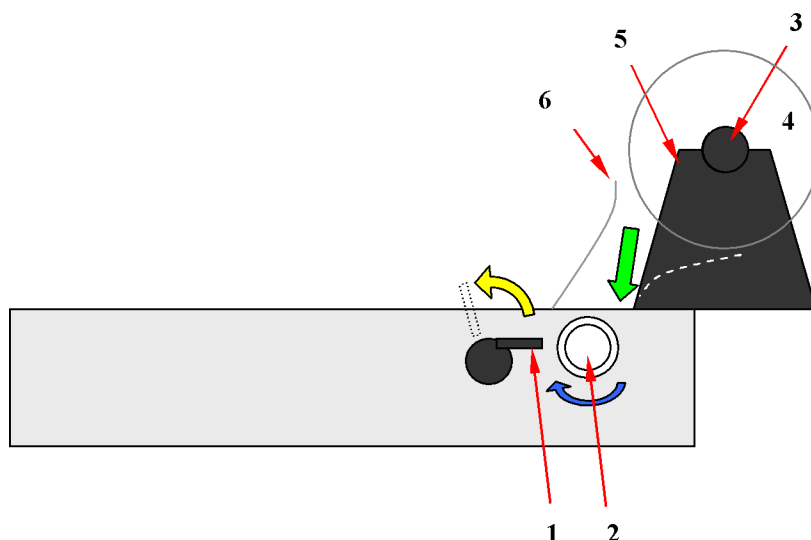

Рисунок 3
- 3 переведите вверх ручку прижима печатающей головки 1 (рисунок 3). Освободите механизм принтера от остатка бумаги (если таковой имеется).
- 4 введите заострённый кончик бумаги в щель под валиком принтера (рисунок 3). Поворачивая правой рукой по часовой стрелке ручку прокрутки бумаги 2, левой рукой проталкивайте бумагу так, чтобы она, обернув валик, показалась сверху (6).